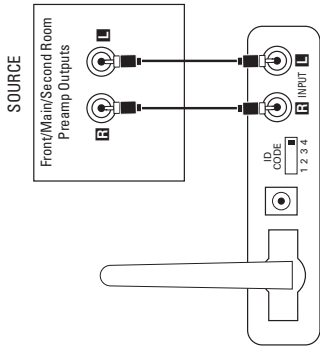

Figure 4.
Étape 1. Branchez le câble de connexion (inclus) entre les sorties préamplifiées avant/principal gauche et droite ou les sorties zone 2 ou les sorties REC et les entrées du module de transmission **12**, comme indiqué sur la Figure 4.